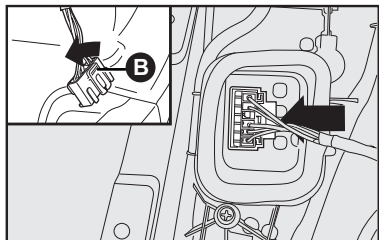

fig. 22
- Retirar o conector atuando na trava **B-fig. 22** no sentido da seta (se necessário, utilizar uma chave de fenda);
- Recolocar o conector **B-fig. 22** pressionando até que esteja travado.